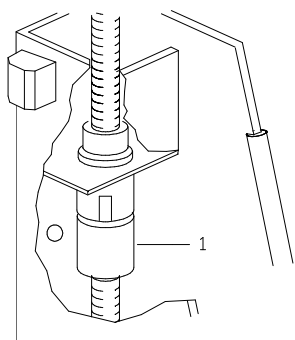

Fig.9
- In geval van een kapotte draagmoer zal de veiligheidsmoer automatisch de last overnemen en de brug uitschakelen (ref.1 Fig.9).